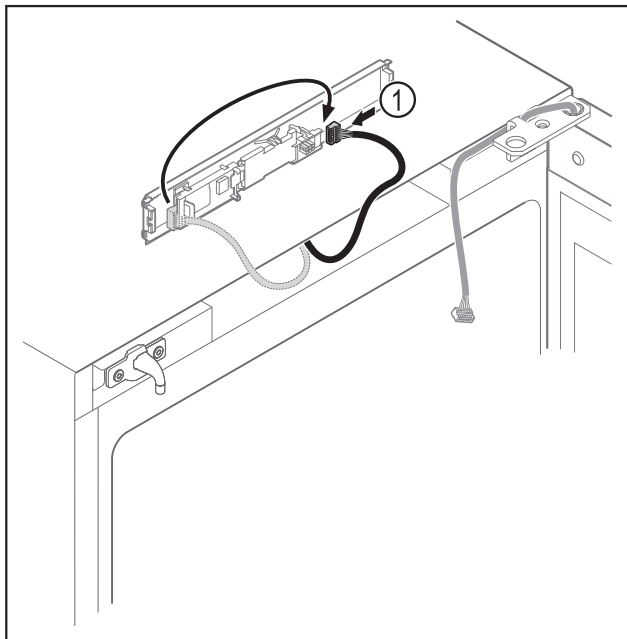

Fig. 7
- Přepojte zástrčku Fig. 7 (1) na desce.